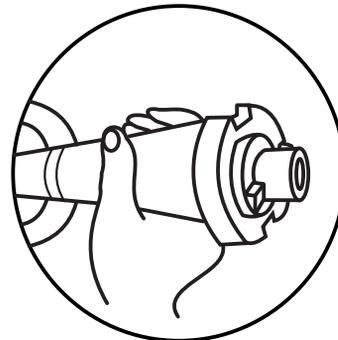

Fig. 1
- a) Seleccione el árbol corto con un diámetro igual al agujero de la fresa y móntelo. (Fig. 1).